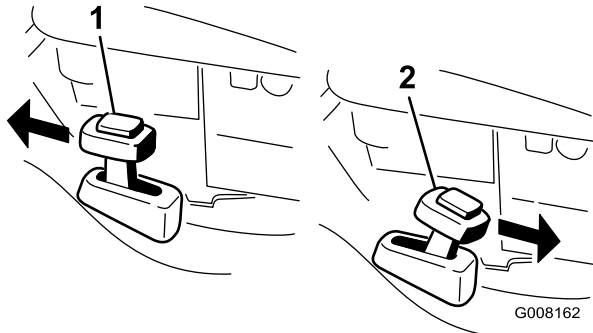

Figura 17
2. Pulse el botón situado en la palanca de Reciclado/ensacado y mueva la palanca al modo de **reciclado** (Figura 17).
2. Para ensacar los recortes de hierba, instale la bolsa de recortes (consulte Instalación de la bolsa de recortes). Pulse el botón situado en la palanca de Reciclado/ensacado y mueva la palanca al modo de **ensacado** (Figura 17).
Nota: La palanca de reciclado/ensacado debe estar en el modo de **ensacado** (Figura 17).